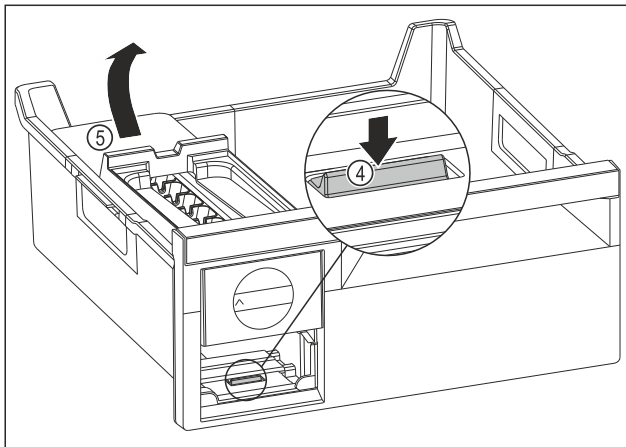

Fig. 83
- EasyTwist-Ice-Korpus entnehmen: Lasche Fig. 83 (4) mit Finger nach unten drücken und gleichzeitig mit der anderen Hand den EasyTwist-Ice-Korpus Fig. 83 (5) von hinten anheben.